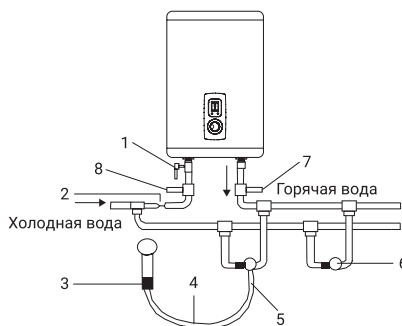

Рис. 5
1. Установка водонагревателей серий ZWH/S Azurigo существенно облегчается возможностью установить их как вертикально, так и горизонтально в любом месте вашего дома, в отапливаемом (!) помещении. Желательно установить водонагреватель как можно ближе к месту использования горячей воды, поскольку чем меньше длина труб, тем меньше потери тепла. Как показано на рис. 5а, при горизонтальной установке водонагревателя трубы подвода должны быть расположены справа. При установке водонагревателя рядом со стеной, оставьте рекомендованное свободное пространство для технического обслуживания. Не устанавливайте водонагреватель на горизонтальной поверхности и вплотную к полу.
Во избежание протечек при подключении трубопровода на концы резьбовых соединений следует установить комплектные резиновые уплотнительные прокладки. Если необходимо реализовать систему водоснабжения на несколько водоразборных точек, используйте способ соединения (см. рис. 5).
Рис. 5а